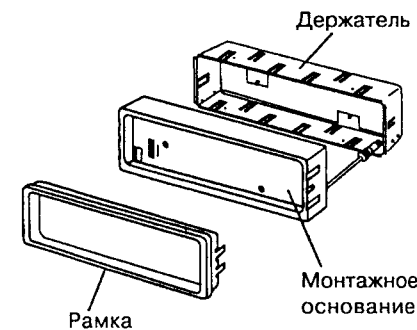

Рис. 8.
2. Снимите с монтажного основания рамку и держатель. (Рис.8)